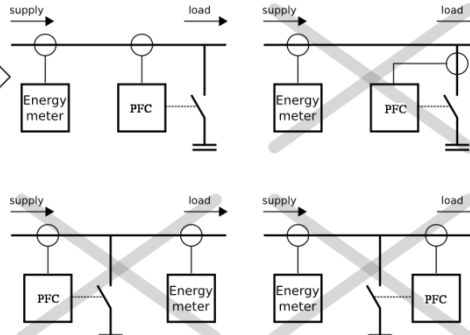
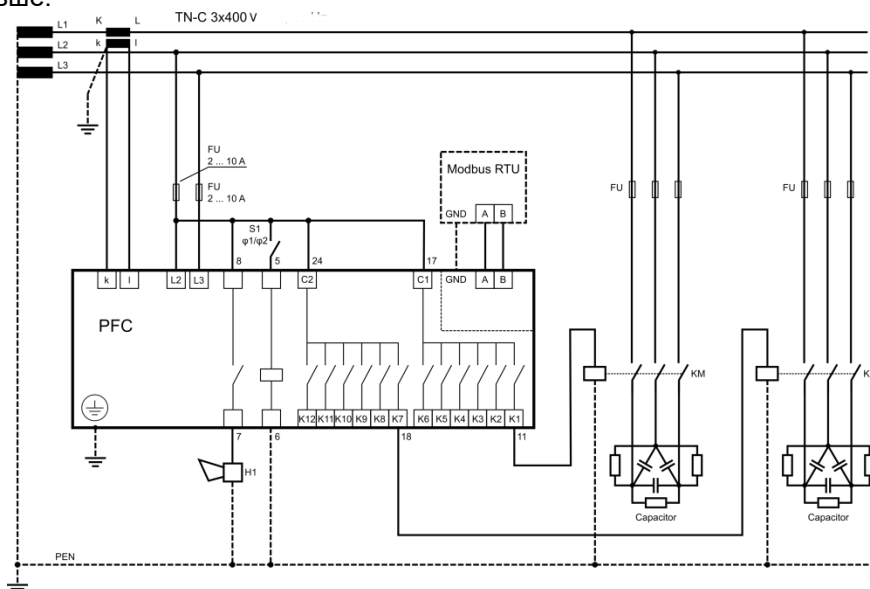

Рис. 4 Подключение регулятора к системе
Рис. 5 Подключение регулятора PFC 12 RS, 400V AC
1. Подключите регулятор согласно схеме Рис. 5.
Трансформатор тока в электрической цепи должен располагаться так, чтобы через него проходил ток нагрузки и конденсаторный ток. Примеры подключения, показаны на Рис. 4. Расширенная схема подключения изображена на Рис. 5. При компоновке установки компенсации реактивной мощности существует правило, что ступени одинаковой мощности должны быть подключены подряд.